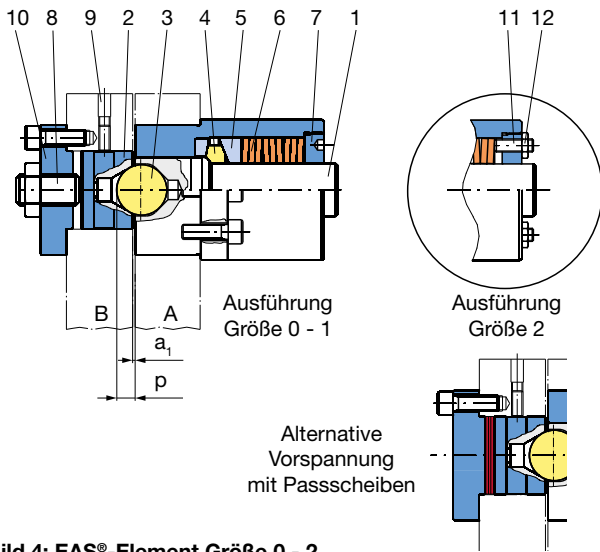
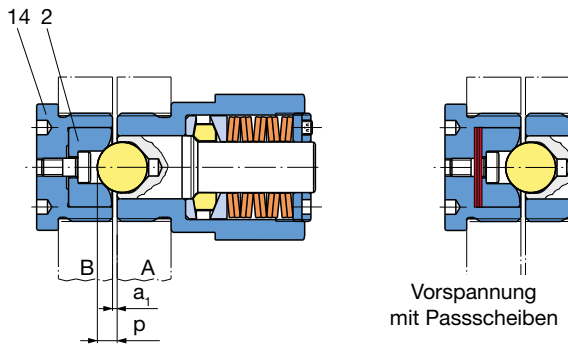

Bild 4: EAS®-Element Größe 0 - 2
Bild 5: EAS®-Element Größe 02 - 01
- Druckstück 2 (Bild 4) bzw. Aufnahmebuchse 14 (Bild 5) gut einfetten (Verwendung: Fett der NLGI Klasse 2 mit Grundölviskosität von 220 mm²/s bei 40 °C, z. B. Mobilgrease HP222) und in Flansch B einschieben bzw. einschrauben. Der Gewindestift 9 muss entfernt sein.
Das Einstellen des Grenzdrehmomentes für Überlast an der Kupplung erfolgt durch Verändern der Tellerfedervorspannung eines jeden Elementes. Bei den Größen 02 – 1 erfolgt die Einstellung mit der Einstellmutter 7, bei Größe 2 mittels 4 Gewindestiften 11 (Bild 4). Alle 4 Gewindestifte müssen gleichmäßig verstellt und gekontert werden. Bei der Drehmomenteinstellung muss unbedingt darauf geachtet werden, dass alle Elemente an der Kupplung gleichmäßig eingestellt werden.